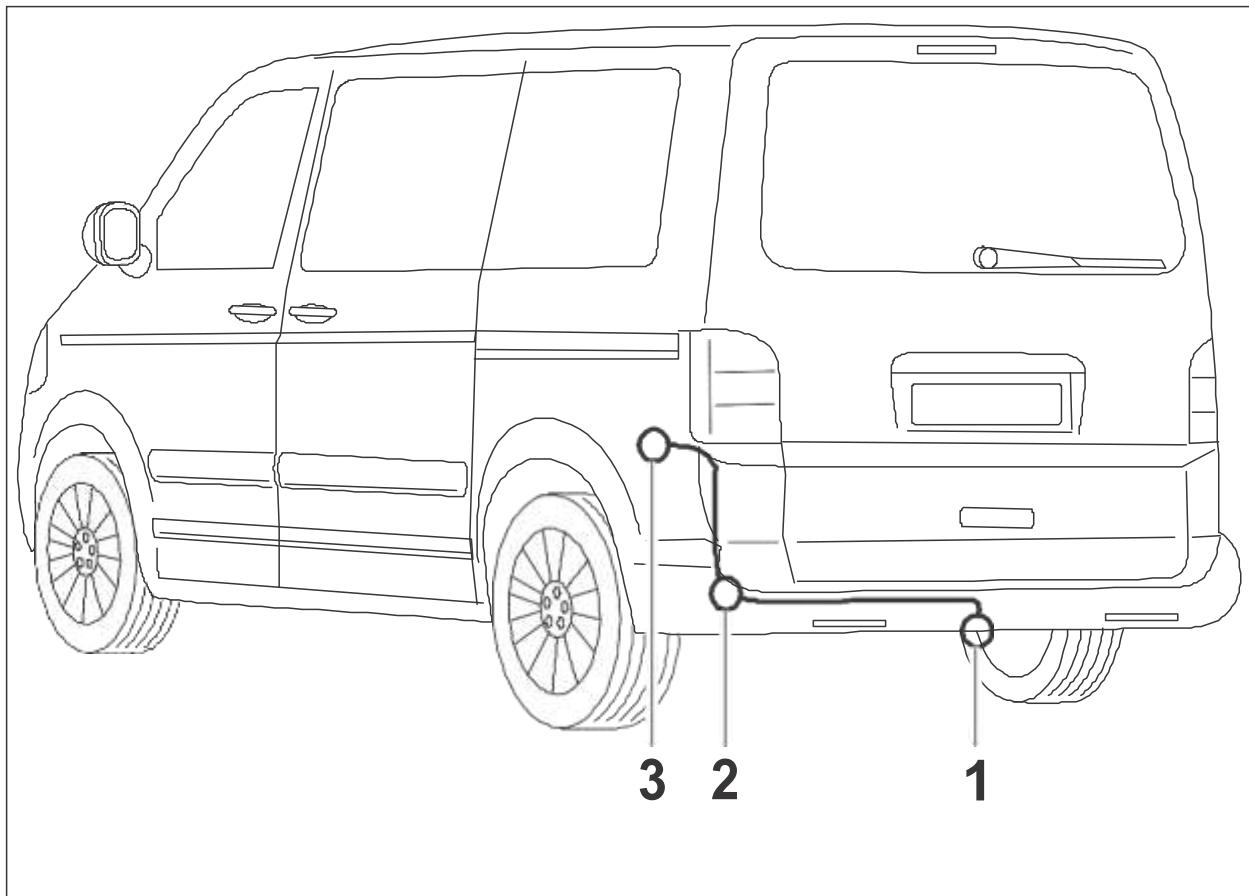

Fig. 1: Monteringsoversigt
3. Før ledningssættets stikdåseende bagud i venstre side gennem køretøjets gennemføringsstylle (fig. 12) til stikdåseholderpladen (fig. 1/1). Tætn derudover gennemføringsstylle med butylbåndet, der medfølger ved leveringen.
7. Stikdåsen skal skrues fast på holdepladen (fig. 1/1) med skruerne i stikdåsen.
9. Montér køretøjets gennemføringstylle (fig. 1/2) på ledningsstrenge, skub langs ledningsstrenge og indsæt udefra og ind i køretøjets borer. Tætn derudover gennemføringstylle med tætningsplade (butylbånd), der medfølger ved leveringen.
10. Stik de 8- og 12-polede stik på de pågældende modstik på koblingsstedet i bag (venstre side) (fig. 1/3) og lad dem gå i indgreb. Træk evt. eksisterende 8-poled brostik af (skal ikke bruges).